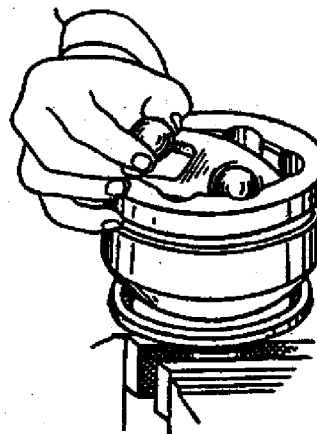

Fig. 3-78. Extração das esferas da gaiola.
11. Fixar o corpo da articulação em uma morsa, conforme indicado na fig. 3-78. Inclinando o aro interno e a gaiola, de modo que uma das esferas saia o máximo possível do interior da ranhura do corpo da articulação. Utilizando-se de um estilete de material macio, extrair a esfera do interior da gaiola (fig. 3-78).